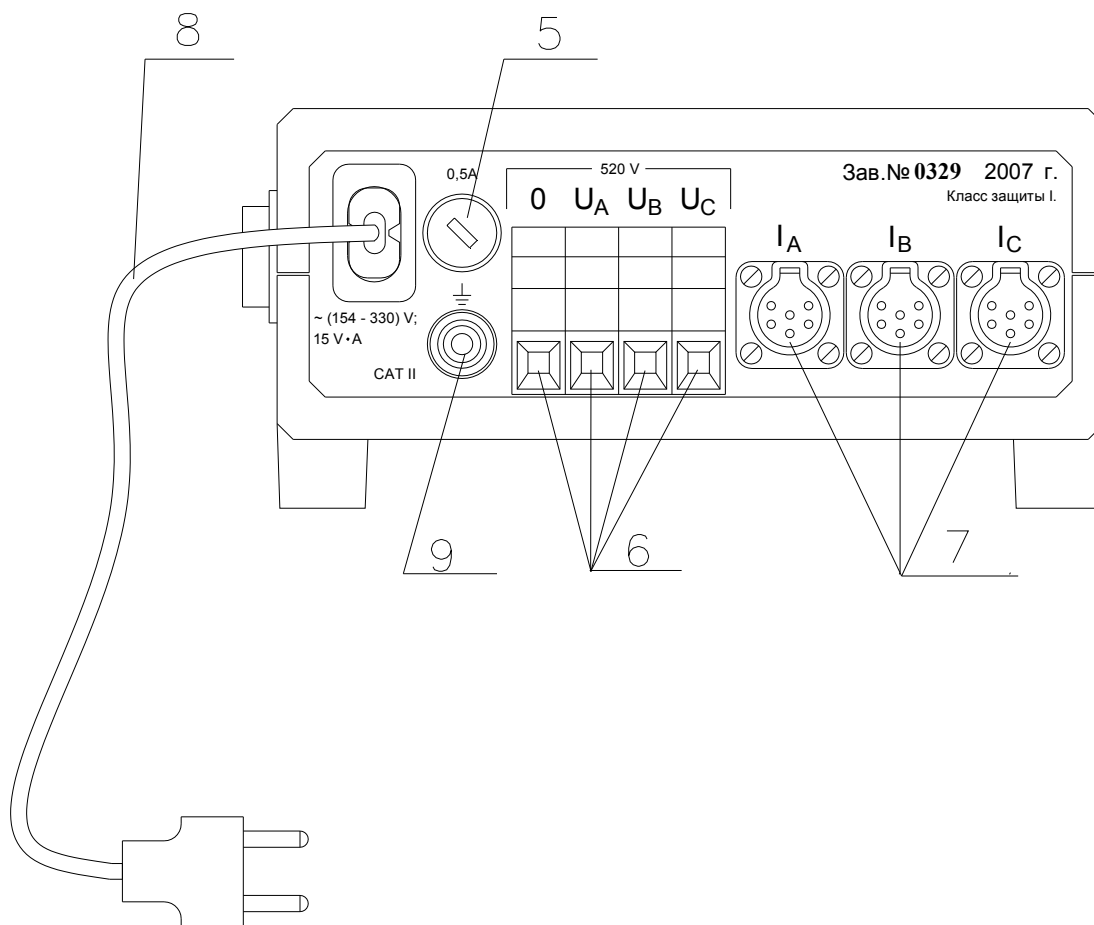

Рисунок 2 – Вид задней панели регистратора
4.6.1.8 На задней панели регистратора, рисунок 2 расположены:
- клеммная колодка (6), предназначена для подключения измеряемого напряжения;
- разъемы IA, IB, IC (7) предназначены для подключения комплектов ИПТ к регистратору;
- гнездо (5) для установки предохранителя;
- (8) шнур для подключения питания к регистратору;
- (9) – болт рабочего заземления.